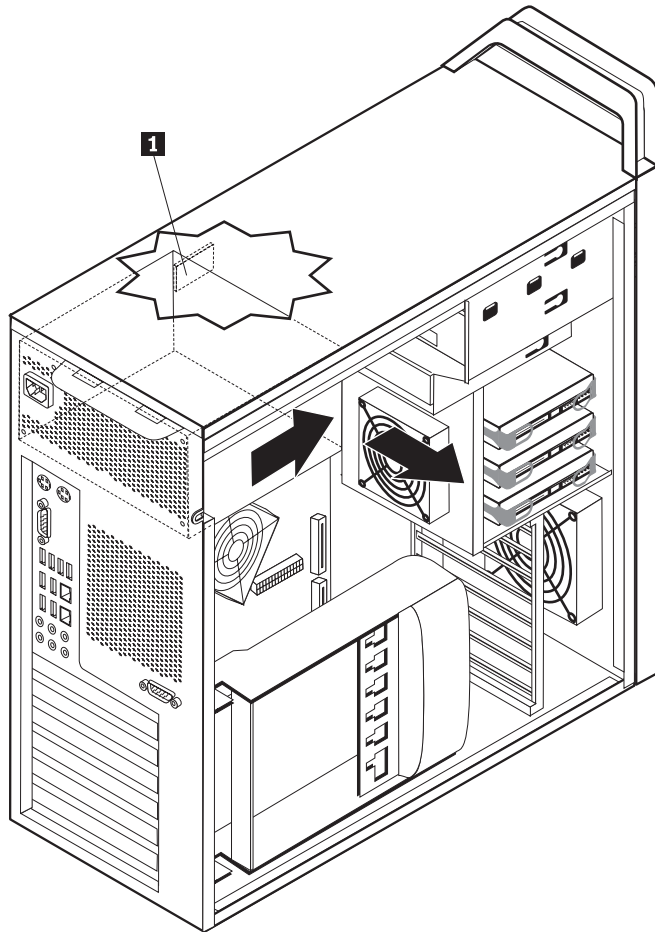

图 16. 卸下电源
6. 按下电源滑锁 **1**。将电源组合件向计算机正面滑动，从机架中卸下。请参阅图 16。